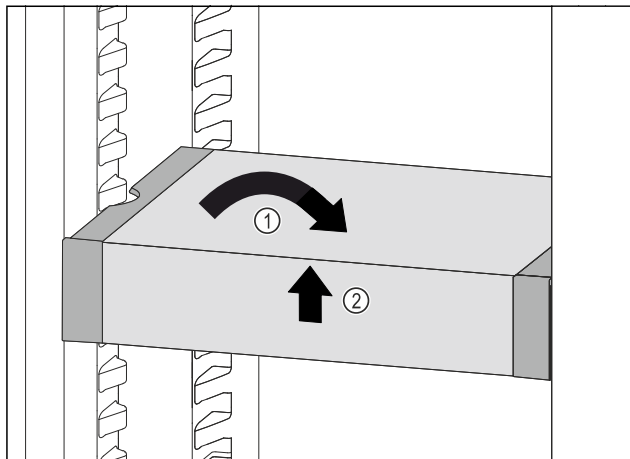

Fig. 132
- ▶ Ispravite VarioSafe. *Fig. 132 (1)*
- ▶ Podignite sprijeda VarioSafe. *Fig. 132 (2)*